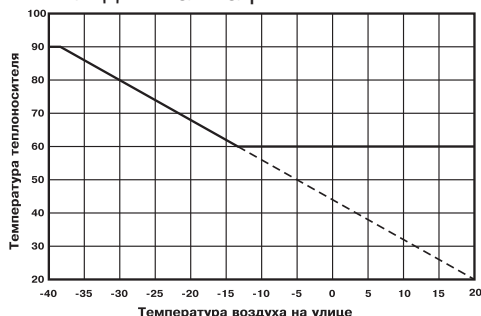

Рис.11 График зависимости температуры воды от температуры наружного воздуха.
7.4.7. Если установлен датчик наружной температуры, имеется возможность включить режим погодозависимого регулирования (см. пункт 7.5.9.). Для корректной работы в этом режиме необходимо отключить датчик температуры воздуха в помещении (22) Прил.1. Установите необходимую температуру воды при определенном значении температуры улицы. Для расчета графика регулирования используются две точки. В качестве первой точки используются введенные в пункте меню значения, а в качестве второй точки используются значения: 20°C теплоносителя при 20°C наружного воздуха. Например, при указанных параметрах (80°C теплоносителя при -30°C на улице) график регулирования будет выглядеть как на рис. 11.